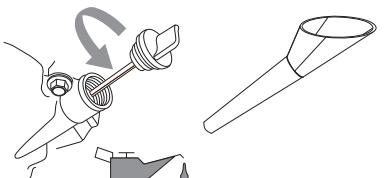

Figure 4-4. Orifice de remplissage d'huile avec entonnoir inséré
8. Insérez l'entonnoir dans l'orifice de remplissage d'huile. Voir **Figure 4-4**. Ajoutez la quantité requise d'huile moteur recommandée.